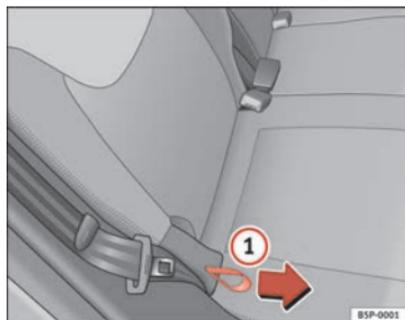

Fig. 97 Réglage de l'inclinaison du dossier, banquette arrière
- Saisissez le haut du dossier. Tirez sur la dragonne latérale du siège ⇒ fig. 97 ① dans le sens de la flèche et maintenez la dragonne en position. Rabattez le dossier du siège vers l'arrière en position souhaitée, puis relâchez la dragonne.